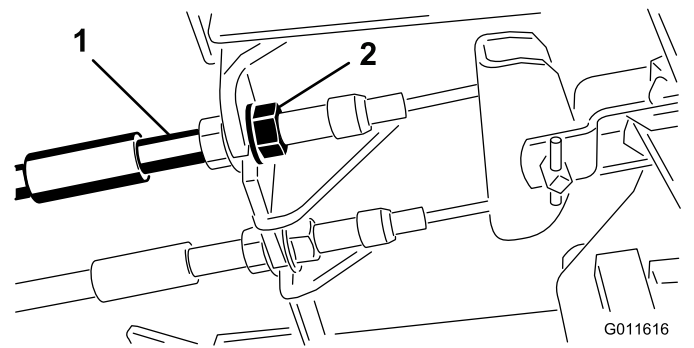

Figura 66
1. Per ridurre il gioco dei pedali del freno, stringete i freni allentando il dado anteriore sull'estremità filettata del cavo del freno (Figura 66).